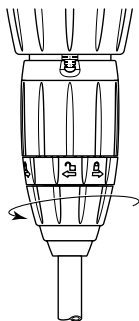

Fig. 15
- Dévisser l'écrou et enlever le tuyau d'aspiration (Fig. 15).